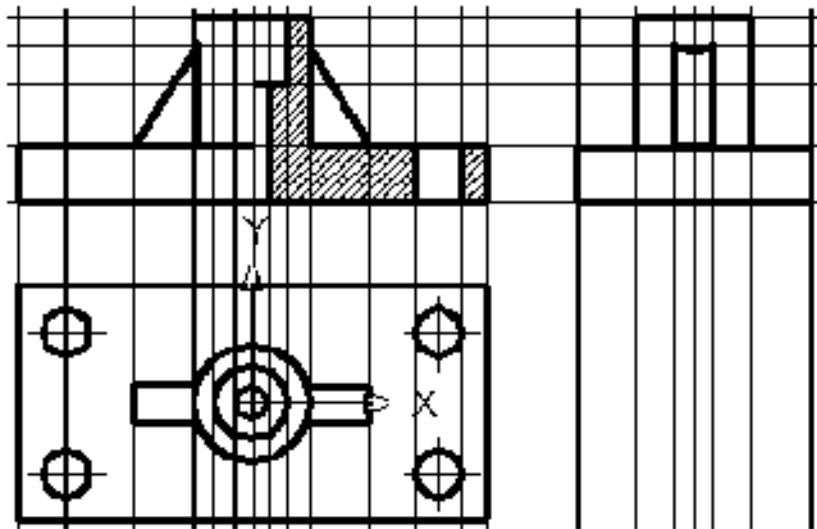

Рисунок 3.14 - Использование вспомогательных прямых
– **Вспомогательные прямые** (рис. 3.14). Данные